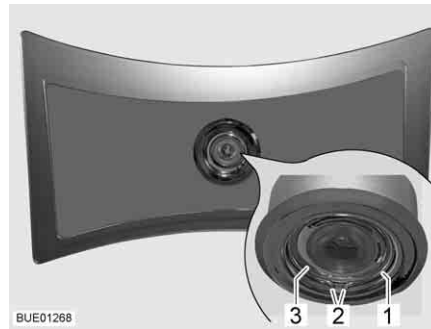

Fig. 296 Plafonnier
- Presser la rondelle élastique (Fig. 296,1) par ses deux extrémités (Fig. 296,2) et la retirer.
- Extraire le boîtier (Fig. 296,3) avec la DEL de la lampe.